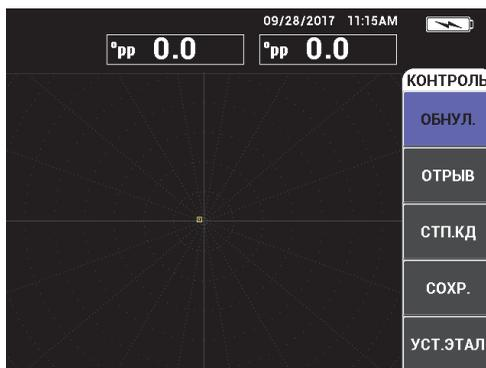

Рис. 4-9 Элементы контроля с правой стороны экрана
3. С помощью ручки регулятора выберите **ВКЛ** и нажмите клавишу MAIN FILTER () для отображения элементов контроля с правой стороны экрана (см. Рис. 4-9 на стр. 91).